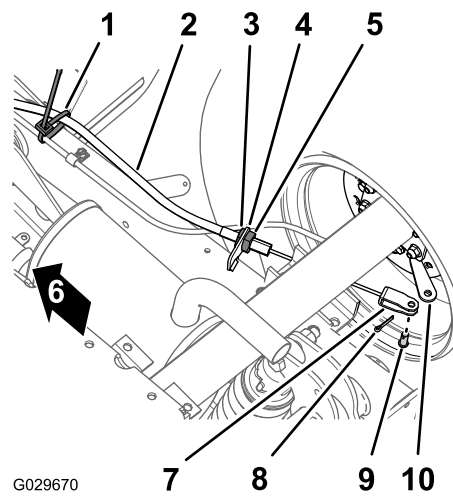

Figure 50
- Au bas de la machine, retirez le serre-câble qui maintient le câble de frein de stationnement sur la conduite de frein de service (Figure 50).
- Tracez une bande de rotation sur l'écrou de blocage avant du câble de frein de stationnement (Figure 50).
- Desserrez l'écrou de blocage arrière et détachez le câble de son support (Figure 50).
- Déposez la goupille fendue et l'axe de chape qui fixent la chape du câble de frein de stationnement au levier actionneur et séparez le câble du levier (Figure 50).
1. Acheminez le réglage fileté du câble de frein de stationnement jusqu'au support du câble et la chape jusqu'au levier actionneur de frein (Figure 50).
3. Alignez le réglage fileté du câble de frein de stationnement par rapport au support du câble, et serrez l'écrou de blocage arrière (Figure 50).